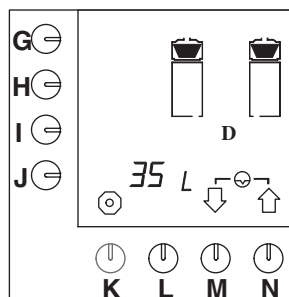

Fig. 54 Nollställning dagräkneverk bryggarsystem
- Tryck på valtangenten (M.)↓ tills fig. 54 visas på displayen.